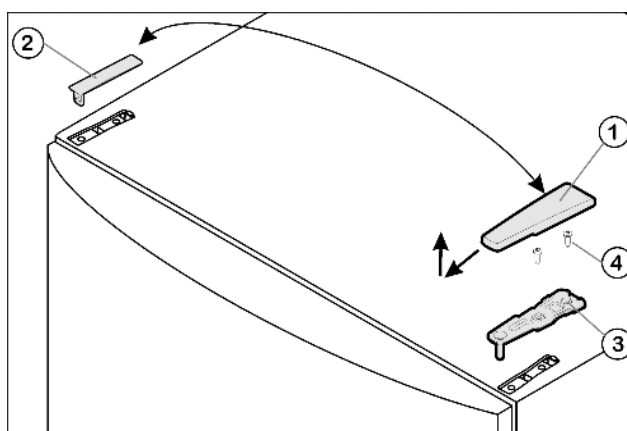

Fig. 4
- Потяните крышку Fig. 4 (1) вперед и вверх.
- Снимите крышку Fig. 4 (2).
- ▶ Открутите верхний опорный кронштейн *Fig. 4 (3)* (2 шт. Torx® 25) *Fig. 4 (4)* и вытяните вверх.
- ▶ Установите верхний опорный кронштейн Fig. 4 (3) на новой стороне шарнира и защелкните в дверце.
- ▶ Привинтите верхний опорный кронштейн (**с моментом 4 Нм**)(2 шт. Torx® 25) Fig. 4 (4). При необходимости проделайте отверстия или используйте аккумуляторную отвертку.
- ▶ Наденьте и защелкните крышку Fig. 4 (1) и крышку Fig. 4 (2) на противоположной стороне снаружи.